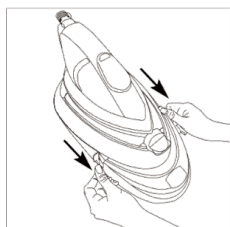

FIGURE 9
1. Retirez le réservoir d'eau (Figure 9).